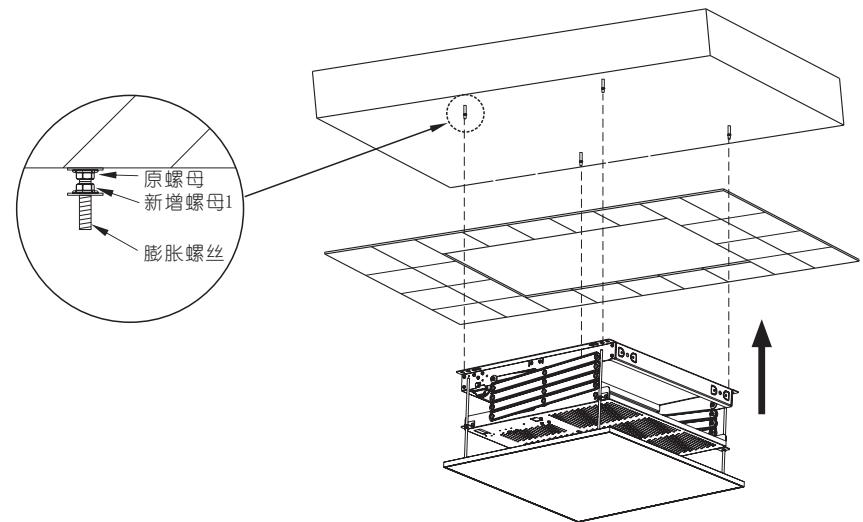

图7
4. 在每颗膨胀螺丝上另外再各加一颗M8螺母(非附件)，并拧到靠上面的位置 (图7)；把升降架装入天花上面，并把升降架四个安装挂板的孔位对准四个膨胀螺丝。